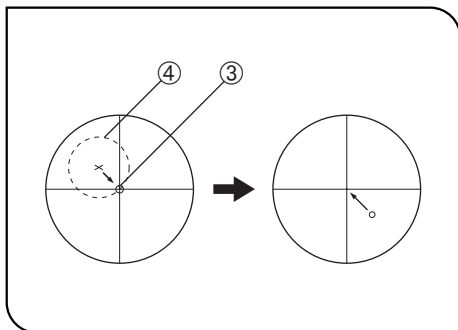

Fig. 28
10. Centrar a platina rotativa (fig. 28 & 29)